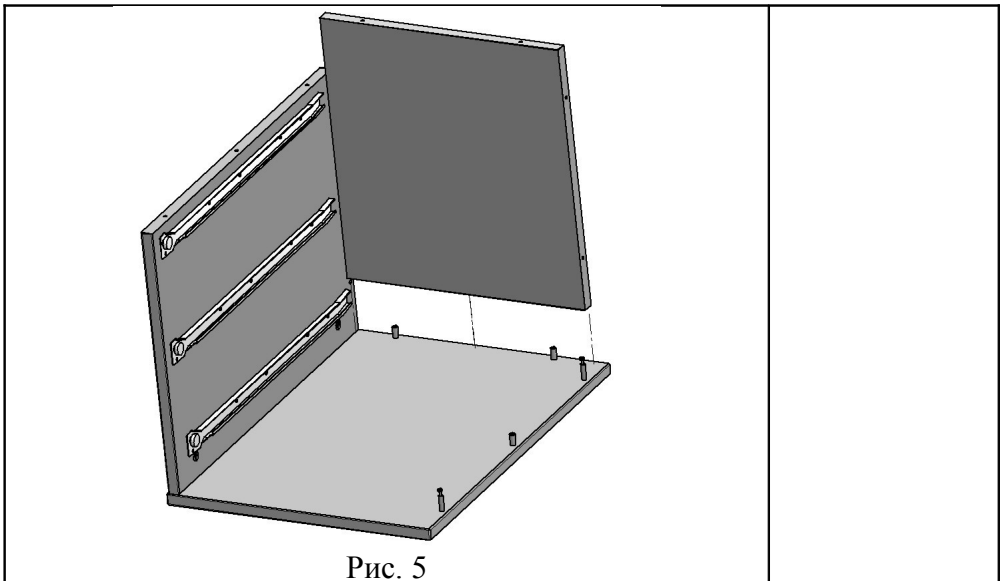

Рис. 5
4.1.5. В сборку по п. 4.1.4. сверху установить стенку заднюю (поз. 6) (см. рис. 5), и соединить стенку боковую со стенкой задней при помощи винта конфирмат KON7,0x50 (поз. 13). Винт конфирмат KON7,0x50 закрыть заглушкой конфирмата (поз. 14) (см. рис. 5а)
Рис. 5а